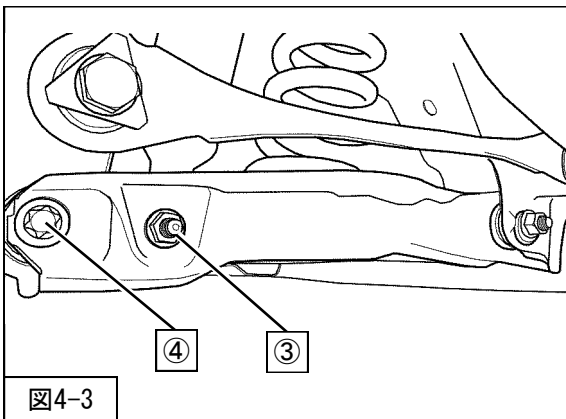

図4-3
- 4. 木片及びジャッキを使用し、リアサスペンションASSYロアアームNo.2を支持し、④リアサスペンションASSYロアアームNo.2取付ボルト・ナットを仮付けしてください。（図4-3）
- 5. スペーサー（同梱品）をリアショックアブソーバASSY下側のブッシュ両端に取付け、③リアショックアブソーバASSYロア取付ボルト・ナットを仮付けしてください。（図4-3・4-4・4-5）
④リアサスペンションASSYロアアームNo.2取付ボルト・ナット
を締付けてください。（図4-3）